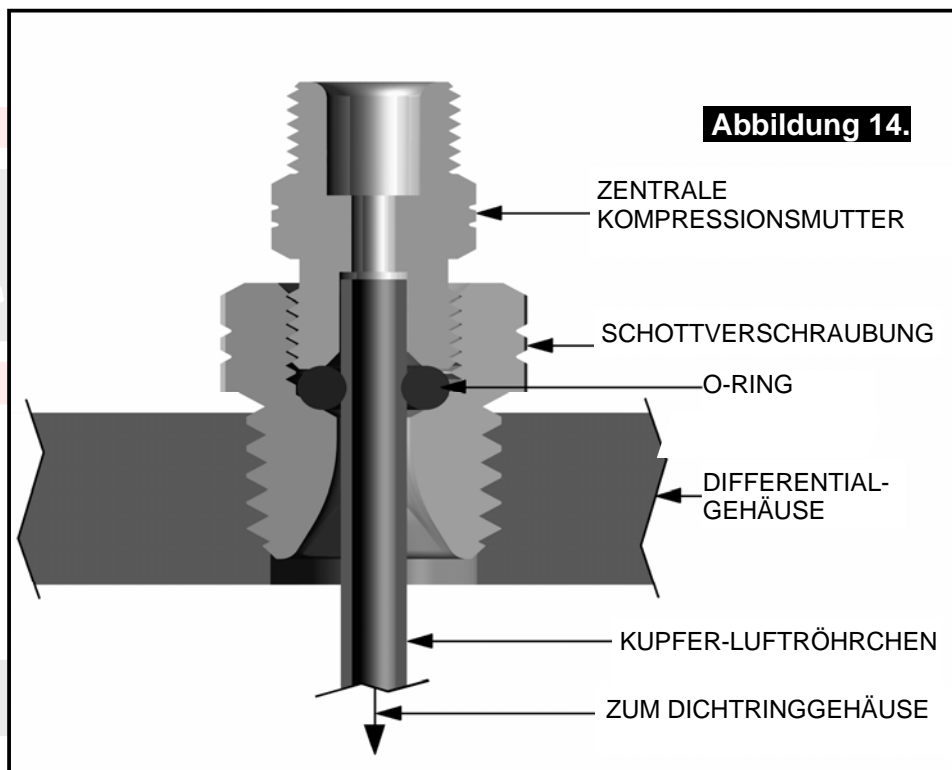

Abbildung 13.
- Stecken Sie von außen den kleinen O-Ring auf das aus der Schottverschraubung herausragende Luftröhrchen (siehe Abb. 13.).